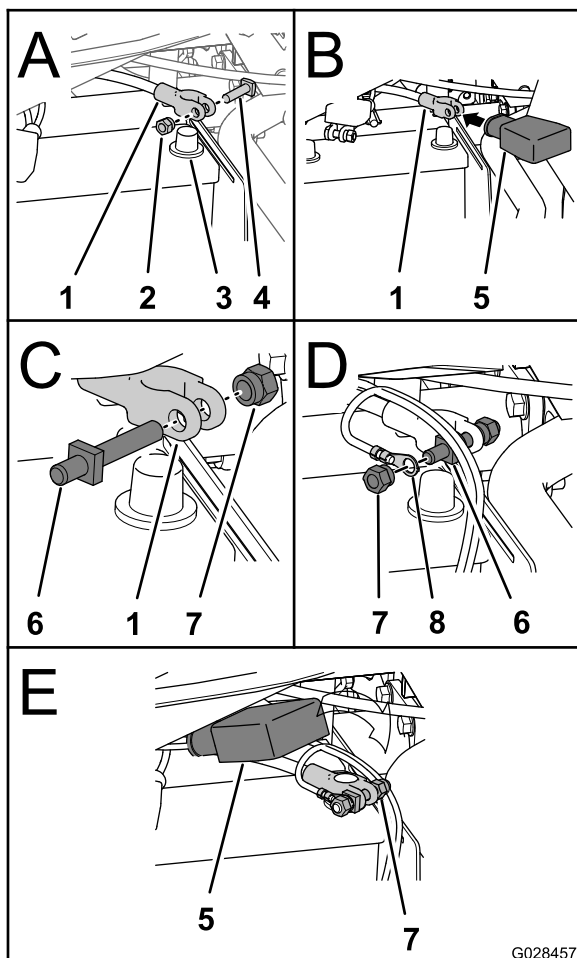

Bild 25
1. Entfernen Sie die vorhandene Mutter und T-Schraube vom Pluspol der Batterie (A in Bild 25).
2. Schieben Sie die rote Batteriepol-Abdeckung über das Pluskabel der Batterie (B in Bild 25).
3. Befestigen Sie die neue Batteriepol-Schraube und eine Klemmmutter am Pol des Pluskabels der Batterie (C in Bild 25).
4. Befestigen Sie den Pol des Batteriepol vom Sprühfahrzeug-Kabelbaum an der Batteriepol-Schraube und befestigen den Pol mit einer Klemmmutter (D in Bild 25).
6. Schließen Sie den Pol des Minuskabels der Batterie an den Minuspol der Batterie an (E in Bild 25) und ziehen Sie die Klemmmutter bis auf 1978-2542 N·cm an.